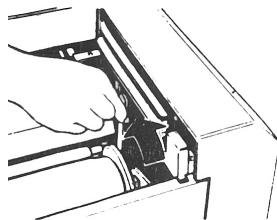

图 5-38 释放压力杆
① 关掉主开关, 打开原稿台, 取出版纸筒。切记将压力杆拨向分离位置, 如图 5-38 所示。